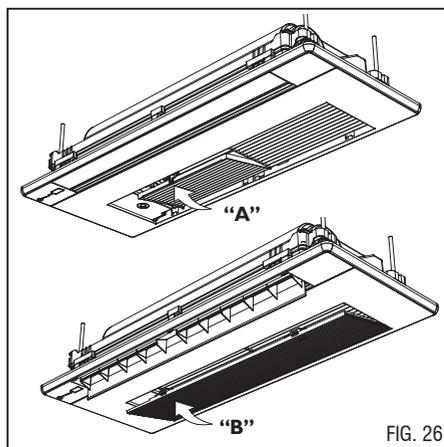

FIG. 26
5. Por fim recoloca o filtro de ar ("A" - Fig. 26) e a grade de proteção ("B" - Fig. 26).